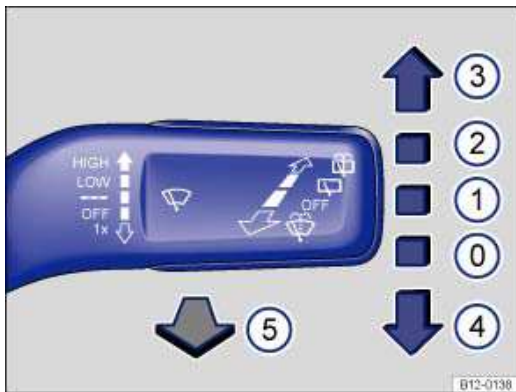

Abb. 70 Frontscheibenwischer bedienen.
- Scheibenwischerhebel kurz nach unten drücken → **Abb. 70** ④.